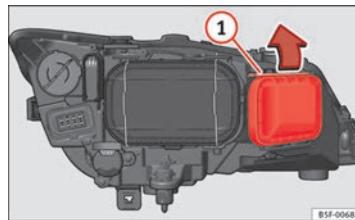

Fig. 144 Lampe feux de route
- Déplacez le tirant ⇒ fig. 144 ① dans le sens de la flèche puis retirez le cache.